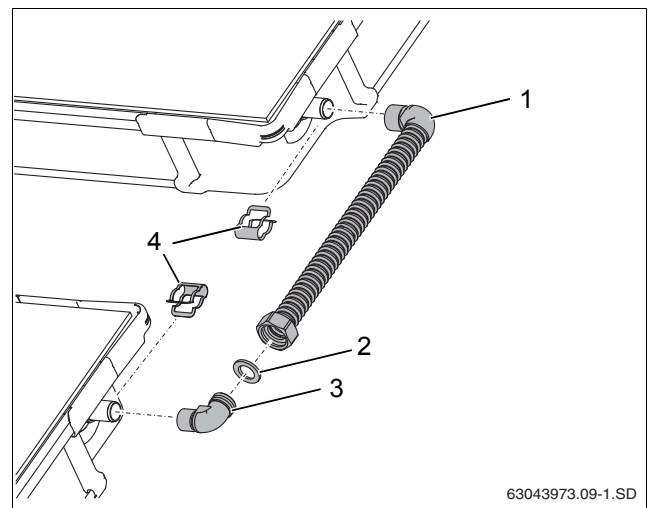

Рис. 40 Комплект для соединения двух рядов коллекторов
- ▶ Уложите уплотнение (рис. 40, [2]).
- ▶ Вставьте уголок (рис. 40, [3]) в накидную гайку, выровняйте и закрепите.
- ▶ Наденьте соединительную трубу (рис. 40, [1]) на штуцеры коллекторов и зафиксируйте зажимами (рис. 40, [4]) из комплекта для подключения.